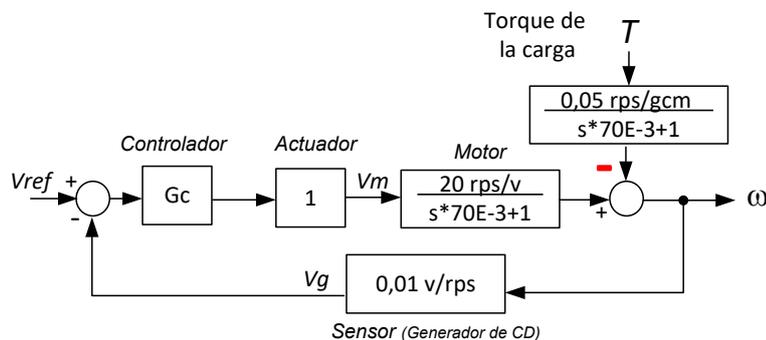

Figura 1: Sistema de control de velocidad
En la Figura 1 se muestra el esquema de un sistema de control de velocidad de un motor de CC de imanes permanentes, empleando como sensor de velocidad otro motor (del mismo tipo) empleado a modo de taco-generador. Se representa la función de transferencia correspondiente al controlador, el modelo simplificado de primer orden del motor de CC (incluyendo la inercia y rozamiento del sensor como propias) y la función de transferencia del sensor.
* Constate la concordancia con los bloques contenidos en la Figura. 1.
B.2. Suponga que los datos contenidos en la Figura 1, representan con la suficiente fidelidad al sistema que se usará en el laboratorio.